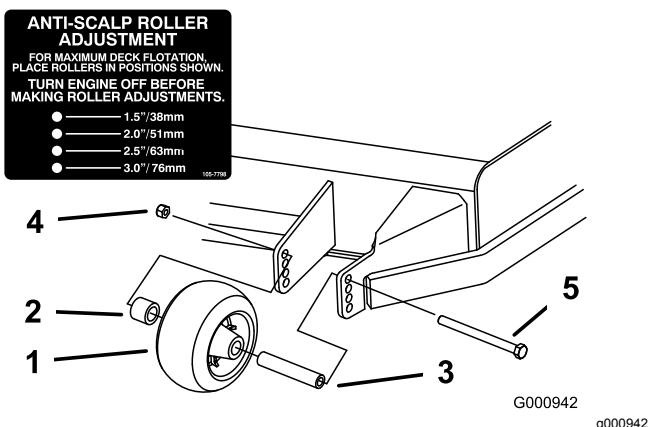
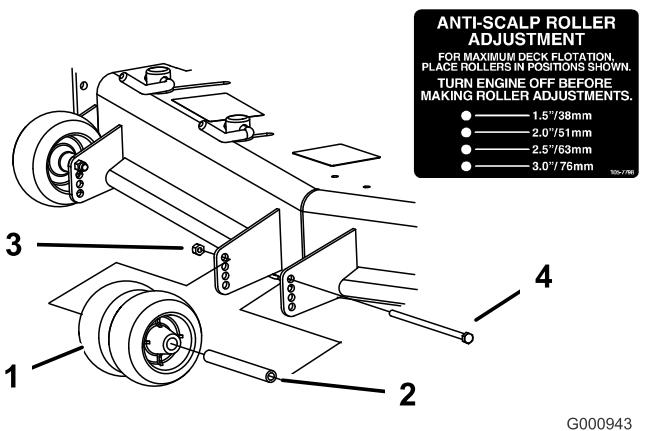
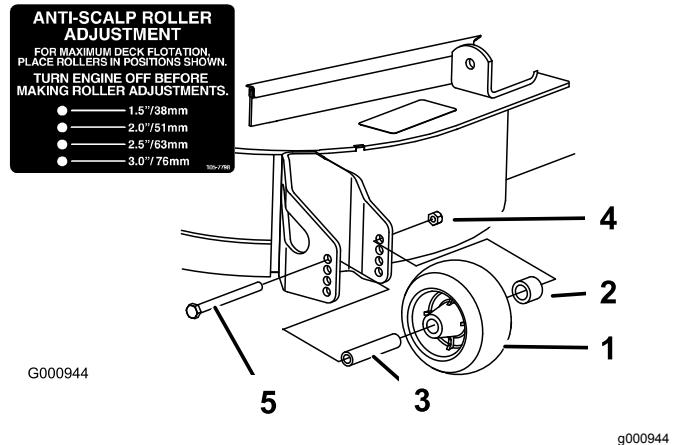

Figura 30
Figura 31
Figura 32
3. Remova os rolos antidanos como se mostra na Figura 30, Figura 31 e na Figura 32.